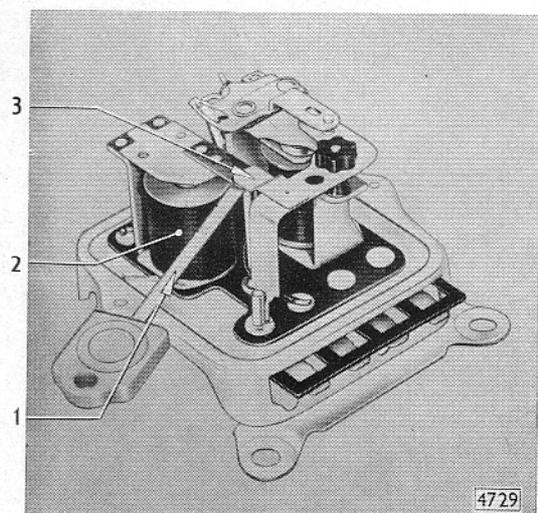

Bild D 59 - Kontaktabstand des Feldrelais prüfen
- b) Kontaktabstand mit Fühllehre prüfen (Bild D 59). Falls eine Einstellung erforderlich ist, Ankeranschlag vorsichtig abbiegen. Der Kontaktabstand soll 0,76 mm betragen.